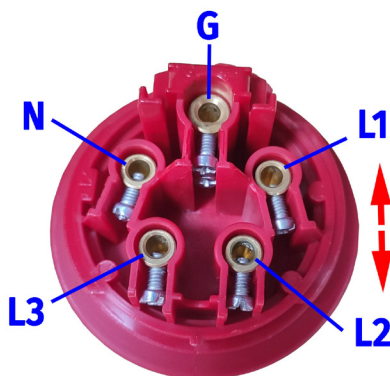

Figura 27
1.1. En caso de fase incorrecta en el enchufe, es necesario cambiar las fases L1 y L2, como se muestra en la figura 27.